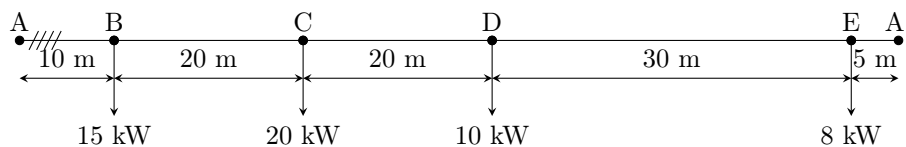

Figura 7.8: Diagrama unifilar del problema 7.18.
- 7.18 (2.7-3.) Si la línea trifásica representada en la figura 7.8, es de aluminio, de sección  $25 \text{ mm}^2$ . Calcular la caída de tensión, sabiendo que la tensión de alimentación es de 400 V.